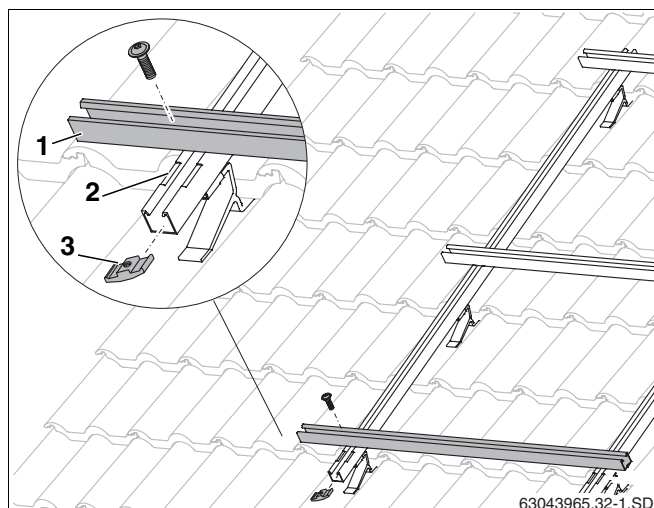

Рис. 30 Монтаж горизонтальных профильных реек
- Уложить профильные рейки (рис. 30, поз. 1) в углубления (рис. 30, поз. 2) на профиле с повышенной снеговой нагрузкой и для дальнейшего их выравнивания только слегка закрепить винтами и алюминиевыми гайками (рис. 30, поз. 3).